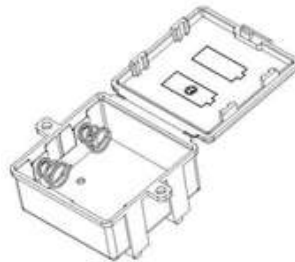

Рис. 2. Батарейный отсек
3.4.2. Новые элементы питания (2 шт.) типоразмера D необходимо установить в отсек батарейный в соответствии с полярностью, указанной на внутренней стороне крышки отсека. Для открытия крышки батарейного отсека необходимо отщелкнуть снизу крышку. Для выемки разряженных элементов питания необходимо сжать удерживающие пружины (см.рис.2).